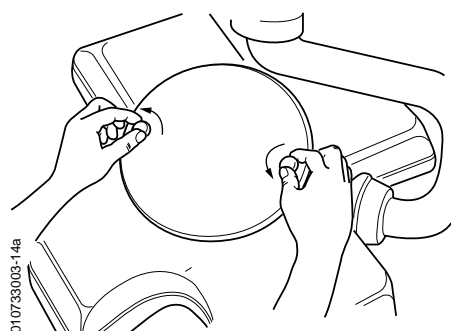

FIG. 1
- 6) Die Mitte des Beleuchtungsbereichs mit einem Senkblei bestimmen und kennzeichnen. (Abb. 1).
- 1) Retirer le capot central (FIG. 1).